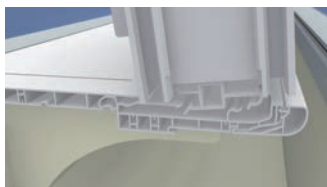

Bild 03
Schritt 2: Verbinden Sie den Blendrahmen mittels Verbindungsprofil mit dem Kasten (Bild 03 - 05). Beginnen Sie mit dem Einrasten des Verbindungsprofils mit dem Rollladenkasten an einer Seite und arbeiten Sie sich über die Mitte zur anderen Seite vor (nicht gleichzeitig rechts und links einrasten).